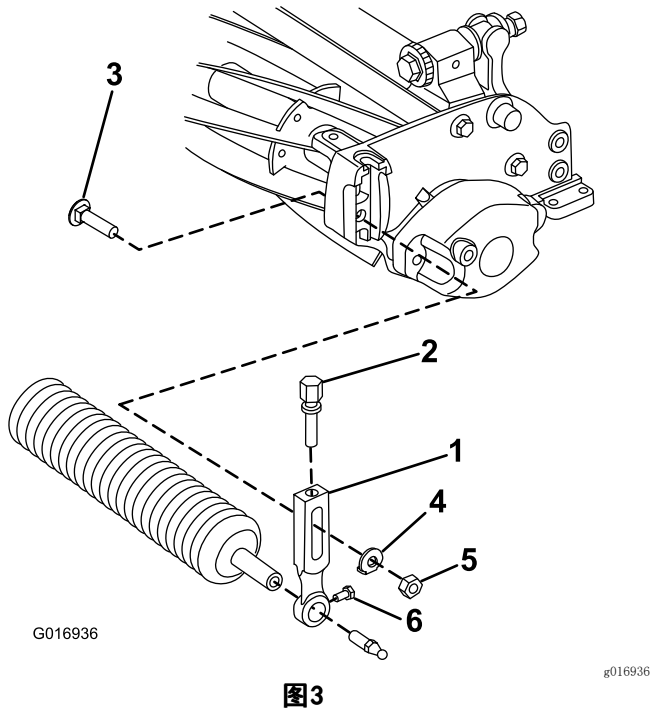

图3
1. 卸下将其中一个剪草高度臂固定至滚刀组侧板的防松螺栓、垫圈及凸缘螺母（图3）。
2. 旋松剪草高度臂上的滚筒安装螺丝（图3）。
3. 将滚筒轴滑入滚刀组另一端上的剪草高度臂中（图3）。
4. 将剪草高度臂滑到滚筒轴上（图3）。
5. 用之前卸下的剪草高度臂和紧固件，将滚筒松松地固定到滚刀组上（图3）。
7. 拧紧滚筒安装螺丝（图3）。